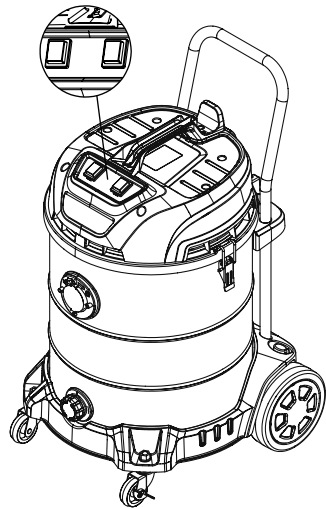

Fig. 17 – Botão liga/desliga
2. Os aspiradores APV 2460 e APV 2480 possuem dois motores com dois botões liga/desliga separados, desta forma o operador pode utilizar apenas um motor ou quando necessário uma maior força de sucção pode utilizar os dois motores (Fig. 17).